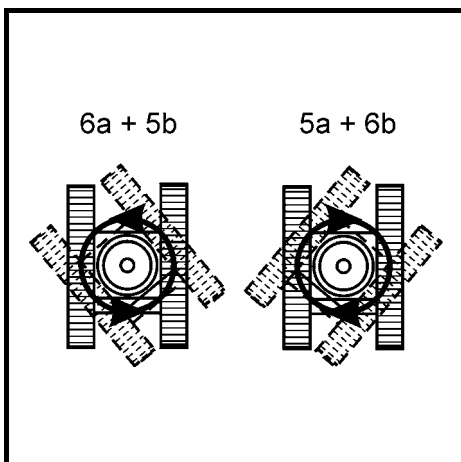

Fig. 21
- **To turn left (Fig. 21):**
- **To turn right (Fig. 21):**